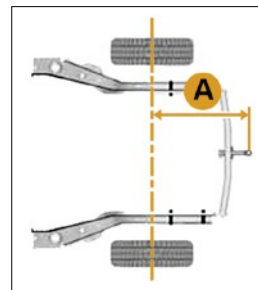

Рис. 5.17.1. Схема размещения ТСУ (в вариантном исполнении)
- выдержать расстояние **A** (рис. 5.17.1) от оси задних колес до центра шаровой опоры по оси 995...1065 мм;